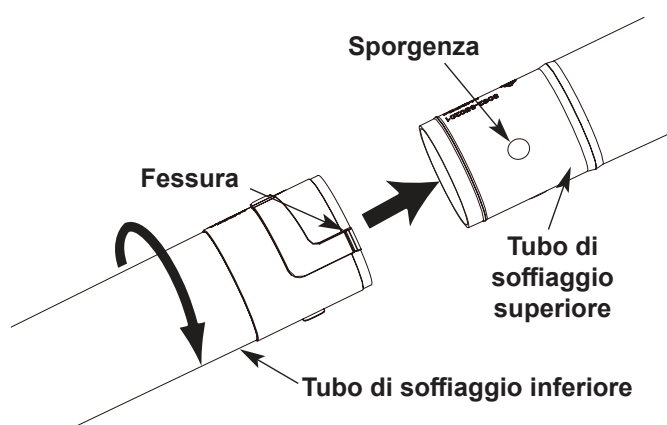

Fig. 2
1. Allineare le scanalature sul tubo di soffiaggio inferiore con le sporgenze sull'estremità inferiore del tubo di soffiaggio superiore (Fig. 2).
2. Inserire il tubo di soffiaggio inferiore nel tubo di soffiaggio superiore (Fig. 2).
3. Tenendo il tubo di soffiaggio superiore, ruotare il tubo di soffiaggio inferiore in senso orario finché non si blocca in posizione (Fig. 2).